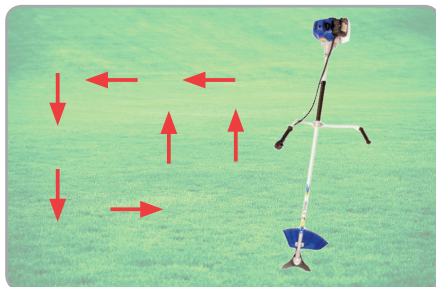

Fig.12
- Începeți să cosiți din punctul cel mai exterior al suprafeței, totodată alegeți-vă modul de cosit, puteți cosi spre dreapta sau stânga. Este recomandat să nu cosiți în ambele sensuri, deoarece riscați să călcați fânul cosit în sensul de întoarcere, conform (fig.12).